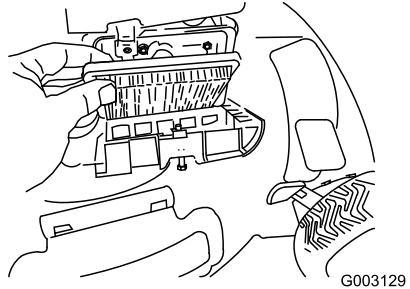

Bild 35
3. Tauschen Sie den Luftfilter aus (Bild 35).